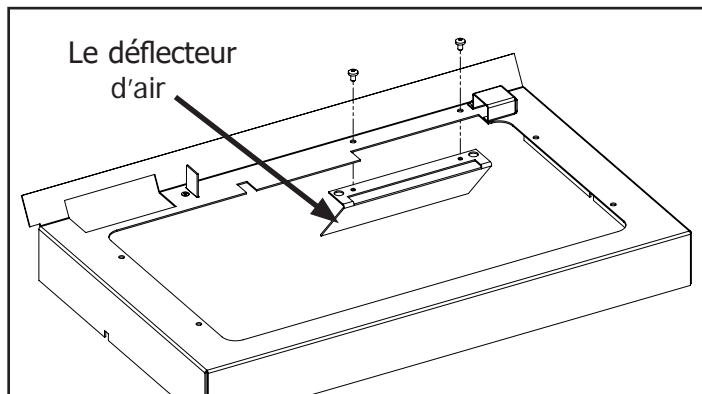

Figure 20: Installation d'un déflecteur d'air LP
8. **Conversion LP uniquement:** Installez le déflecteur d'air en acier fourni sur le plateau du brûleur comme indiqué ci-dessous (Figure 20) à l'aide d'un tournevis T20.